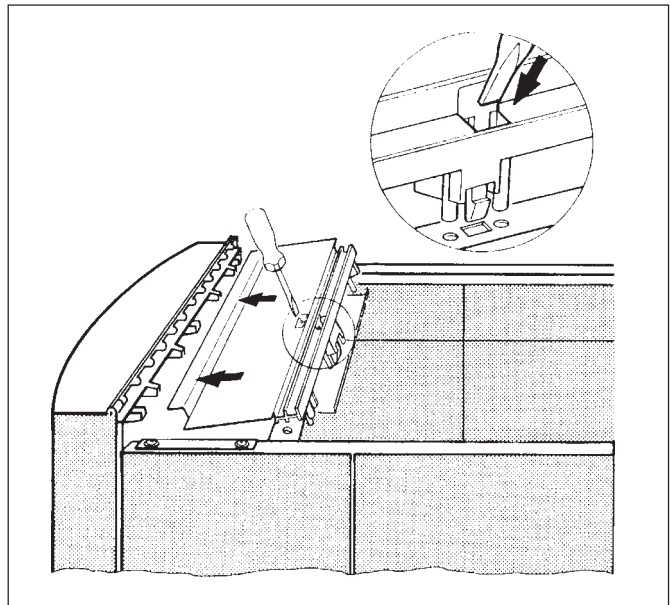

Abb. 8: Abdeckung des Regelgeräts entfernen
- Elastischen Haken in der Abdeckung des Regelgeräts mit Schraubendreher o.ä. entriegeln und Abdeckung nach hinten abheben (Abb. 8).